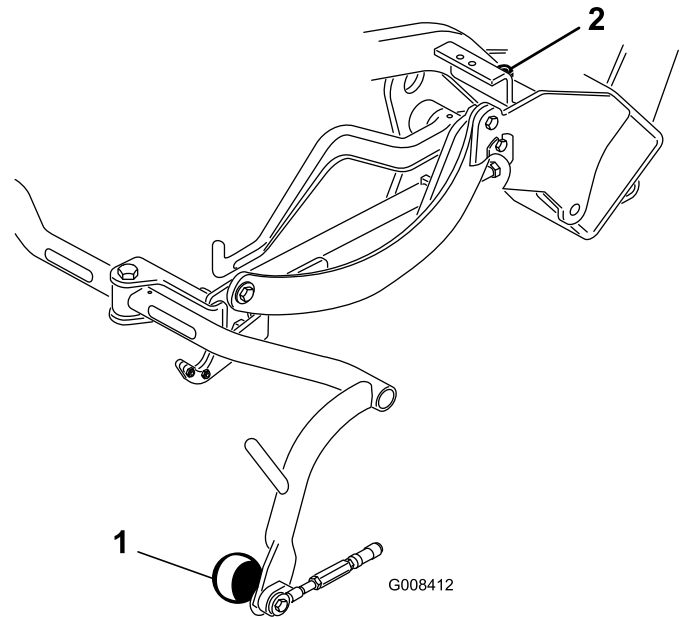

图9
4. 如果必须调节间隙，应拧松承载架限位螺丝上的锁紧螺母（图9），上下旋转螺丝以升起或放低承载架。拧紧锁紧螺母，固定调整。